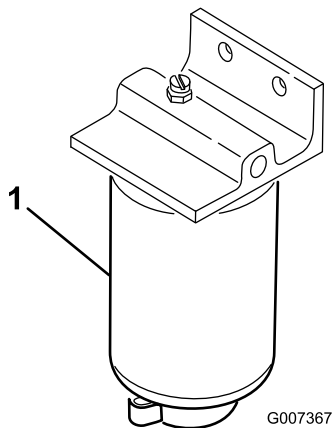

Figura 46
1. Coloque un recipiente limpio debajo del filtro de combustible (Figura 46).
2. Limpie la zona de montaje del cartucho del filtro (Figura 46).